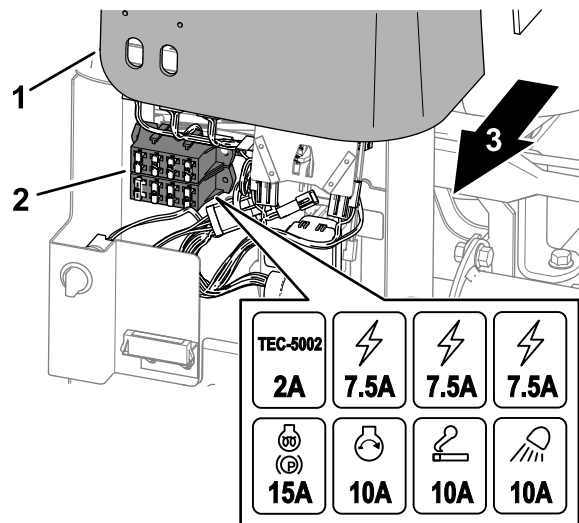

Figura 70
- Levante a cobertura do braço de controlo (Figura 70).
- Localize o fusível queimado no suporte de fusíveis ou bloco de fusíveis (Figura 70).
- Monte a cobertura no braço de controlo (Figura 70).